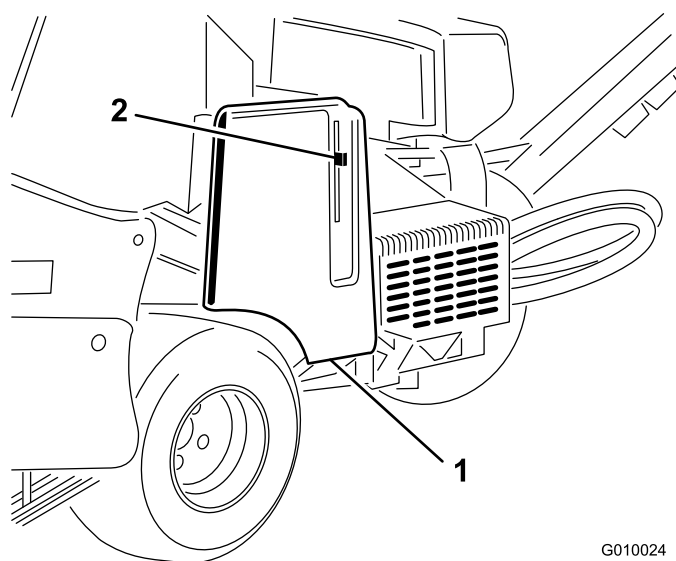
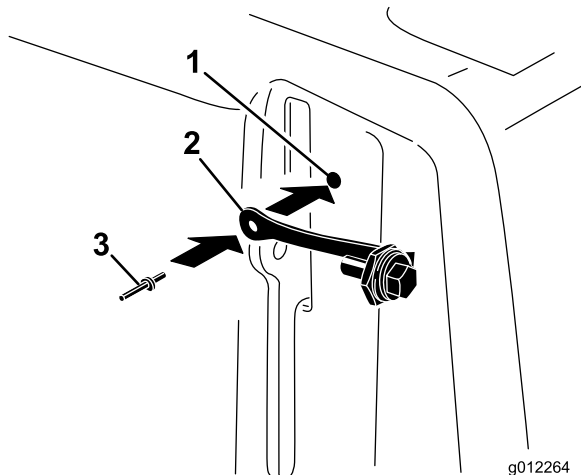

Figure 9
Figure 10
1. Trouvez le trou dans le couvercle de courroie, près du levier de verrouillage (Figure 9 et Figure 10).
2. Montez le cordon dans le trou du couvercle de courroie avec un rivet aveugle (Figure 10).